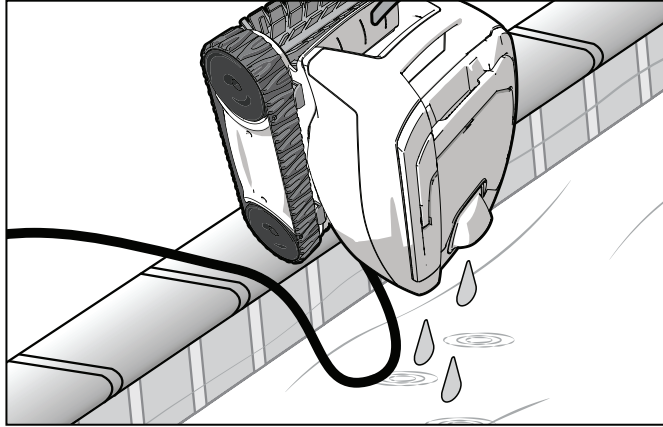

Figure 16. Nettoyeur à la verticale pour l'écoulement de l'eau
2. Tenez le nettoyeur à la verticale pour laisser l'eau s'écouler (Figure 16).